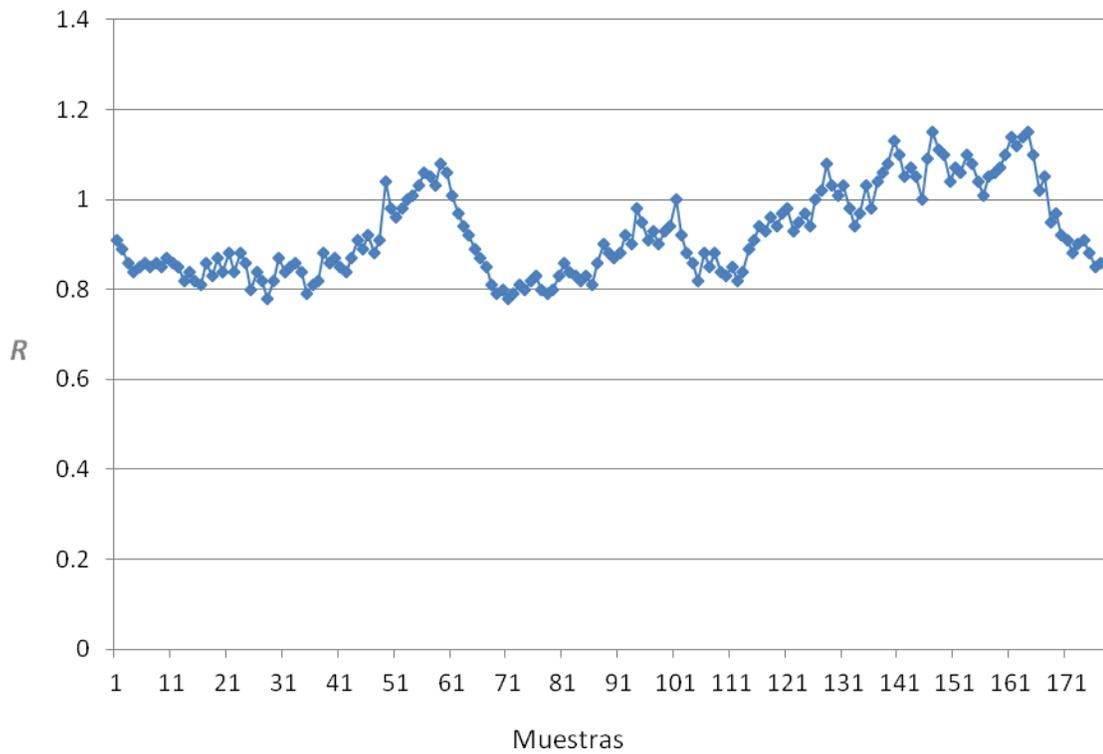

Imagen 4: Técnica empleada para inducir hipoxia progresiva.
- 3-Técnica de inducción de hipoxia (ligeramente modificada) empleada por Rebeck [34, 35] y compañía, imagen 4.
Con el sensor colocado en el dedo índice de la mano y encendido el prototipo, con una videocámara se pone a grabar el conjunto de valores  $R$  y enseguida se coloca la mascarilla como se muestra en imagen 4 para causar hipoxia progresiva (la respiración debe ser espontánea), se quita la mascarilla hasta que el sujeto de prueba lo soporte o antes de que empiece a sentir estragos (mareo), tomando dos o tres inspiraciones/exhalaciones para recuperarse; nuevamente se coloca la mascarilla para repetir la prueba.